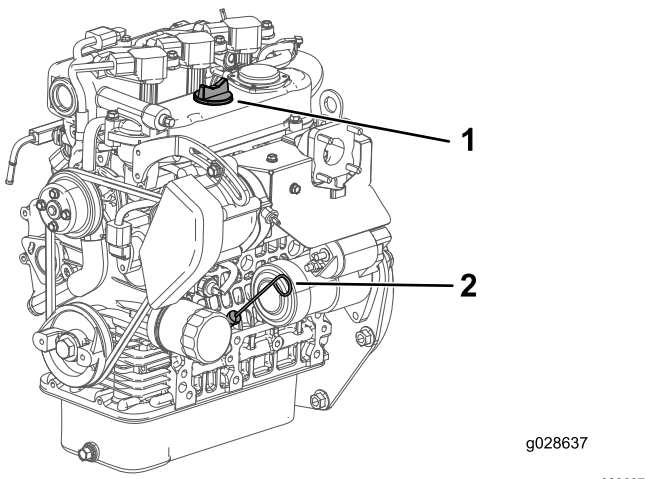

图35
5. 将量油尺插入量油尺管道中并确保它完全插入 图35。
6. 取出量油尺并检查油位 图35。
7. 如果油位较低请取下加油颈盖 图35 然后添加足够机油将油位提高到量油尺上的“已满”标记。
8. 将量油尺固定到位 图35。